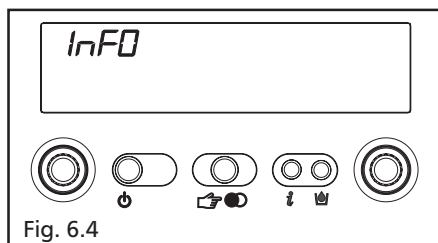

Fig. 6.4
Premendo il tasto  il display si spegne e appare solo la scritta InFO (fig. 6.4).
**Info 0** visualizza la scritta InFO (fig. 6.4)